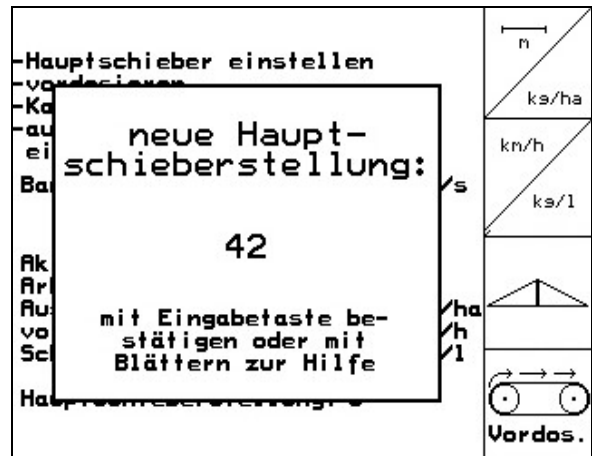

Fig. 6
- Neue Hauptschieberposition wird errechnet und angezeigt (Fig. 6).